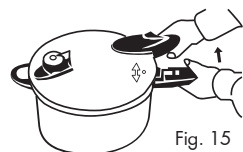

Fig. 15
b) Ruotare la maniglia superiore in senso antiorario (Fig. 15).